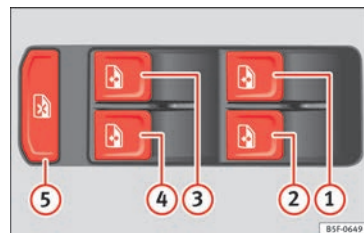

Fig. 139 Dettaglio della porta del conducente: comandi per i finestrini.
Mediante l'interruttore di sicurezza » **fig. 139**  nella porta del conducente si possono disattivare gli alzacristalli delle porte posteriori.
I tasti » **fig. 139** ①, ②, ③ e ④ hanno due livelli per l'apertura e due per la chiusura dei finestrini. In questo modo è più facile eseguire le operazioni di apertura e chiusura.